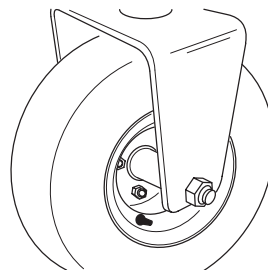

Bild 3
4. Positionieren Sie die Krümmung des Schraubenkopfs unter die untere Kante der Laufradgabel. Setzen Sie die Sicherungsmutter ein und ziehen Sie sie an, um das Rad an der Laufradgabel zu befestigen (Bild 3).